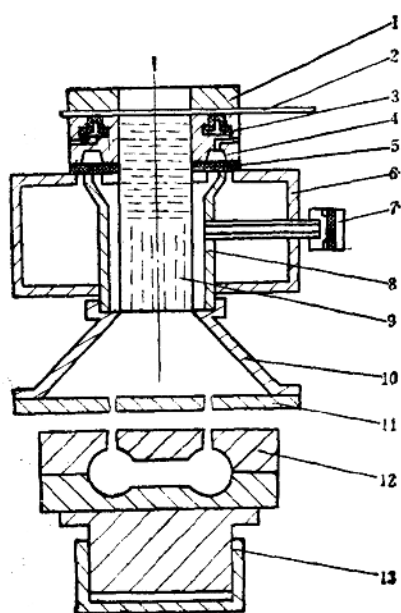
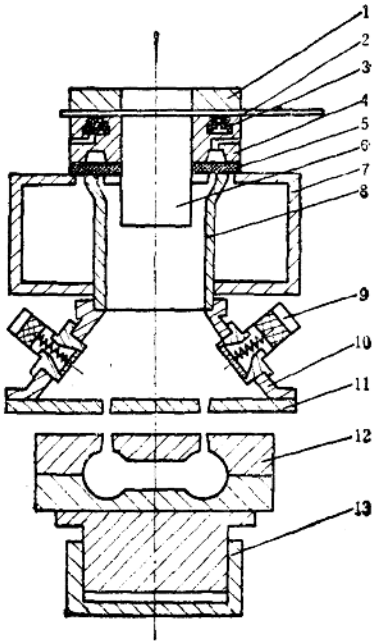

图3-1-2 射砂机结构示意图
图3-1-3 改进后射砂机结构示意图
射芯机的种类很多,但不管哪种射芯机都有射砂机构,其结构特点如图3-1-2。
砂机构作了如下的改进（见图3-1-3）。
② 取消原来的快速排气阀7（见图3-1-2），在射头上安装新设计的排气阀9（见图3-1-3），射完砂后，射腔里的压缩空气透过砂层从排气阀9排出。采用此排气阀后排气噪声大大降低，同时也消除了排气带砂。改进后，排气时间虽然延长2~3s，但此时间包括在硬化时间之内，对热芯盒讲，没有增加制芯周期。